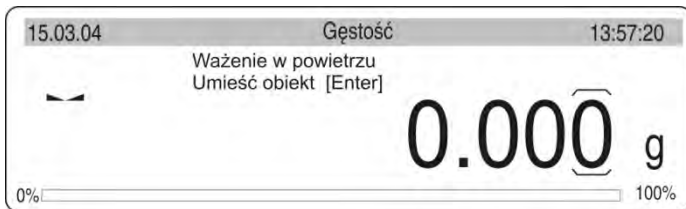
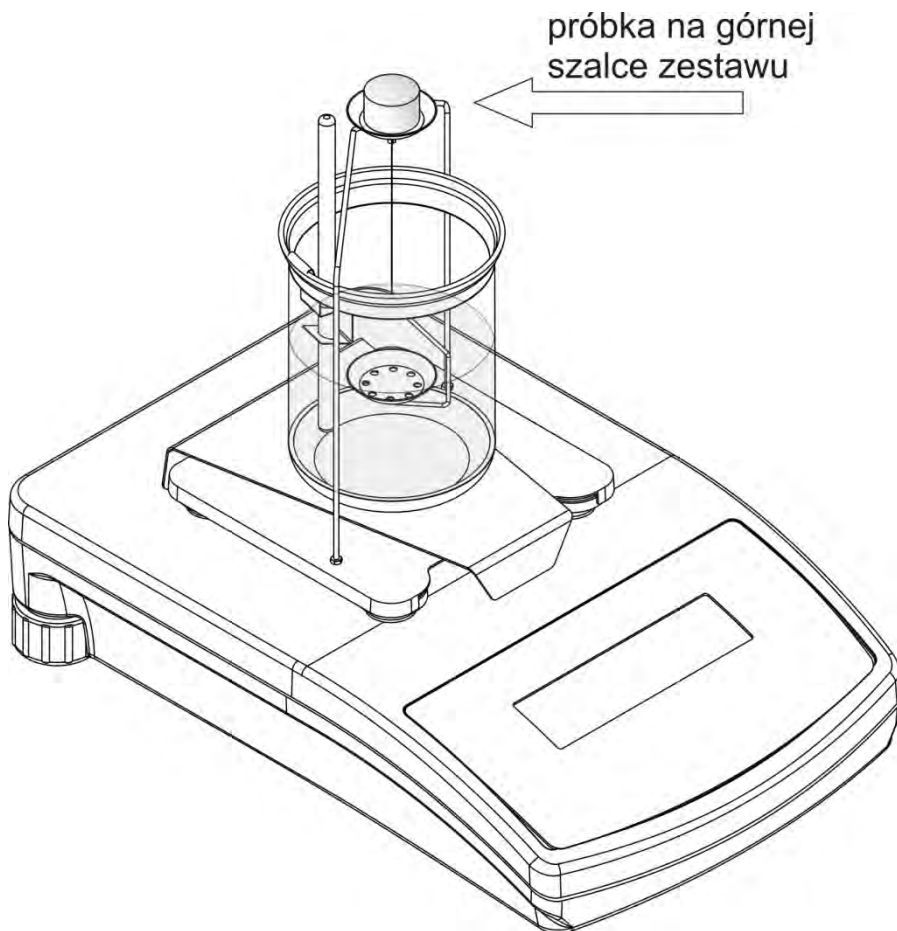

Abb. 8. Dichte von Feststoffen – der erste Schritt in der Prozedur
Abb. 9. Wägung in der Luft – Ansicht der Waage
- Wir starten mit den Messungen nach Beschreibung; siehe Abb. 8. oder Abb. 9.